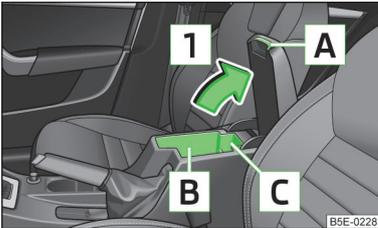

Abb. 70
► Den Deckel der Armlehne am Griff **A** in Pfeilrichtung **1** » Abb. 70 ziehen und öffnen.
► Den Deckel bis zum Anschlag öffnen, erst dann kann dieser nach unten entgegen der Pfeilrichtung **1** » Abb. 70 geklappt werden.
Der Bereich **B** » Abb. 70 des Ablagefachs ist für das Verstauen von Gegenständen mit einer Größe von max. 98 mm x 104 mm x 142 mm vorgesehen.